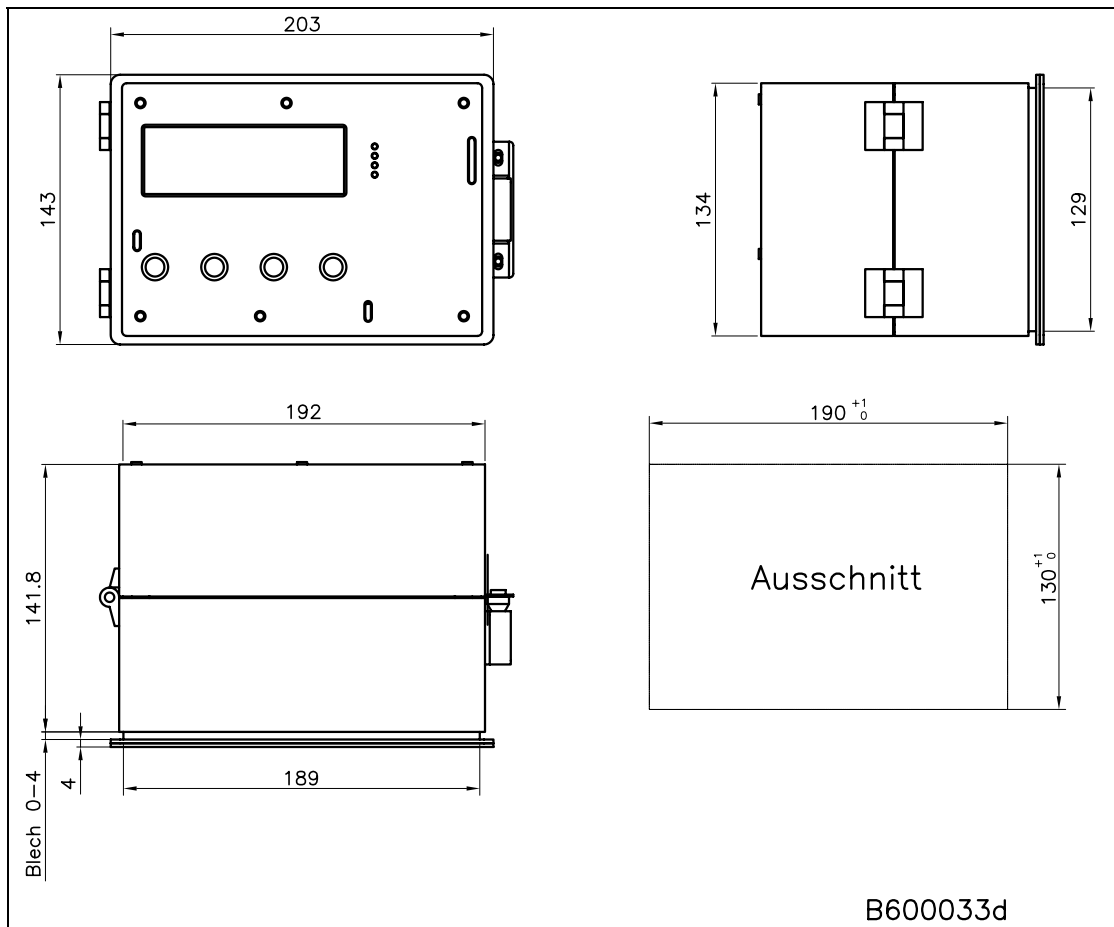

Bild 6b: Abmessungen der Auswertelektronik (Schalttafeleinbaugeschäuse (BMGZxxA.S)).
BMGZ6xxA.S	Schalttafeleinbaugeschäuse (ähnlich Bild 6b)
- BMGZ6xxA.S: Schalttafeleinbaugehäuse (Aluminium; Front IP54, Rückseite IP00) (Bild 6b)